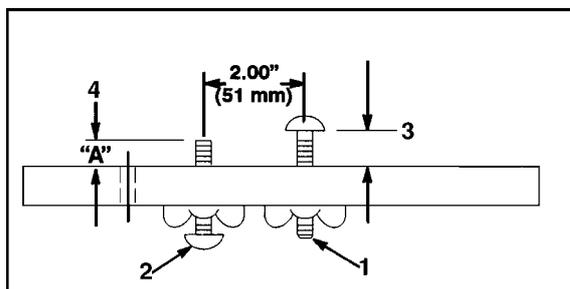

Bild 10
Um eine gleichbleibende Neigung des Schneidwerks einzustellen, empfiehlt Ihnen Toro nachdrücklich den Gebrauch einer 2-Schrauben-Meßlehre mit der TORO Bestell-Nr.98-1852 (Bild 10). Mit der ersten Schraube wird die Schnitthöhe eingestellt, mit der zweiten die Neigung des Schneidwerks. Mit der zweiten Schraube geschieht eine einfache Vorgehensweise der Übertragung der Neigung eines Schneidwerks auf alle Schneidwerke der Maschine.
1. Stellen Sie mit Hilfe der 2-Schrauben-Meßlehre, TORO Bestell-Nr. 98-1852, die erste Schraube auf die gewünschte Schnitthöhe ein. Diese Einstellung bestimmt der Bereich von der Stirnfläche der Leiste bis zur Unterseite des Schraubenkopfes (Bild 10).